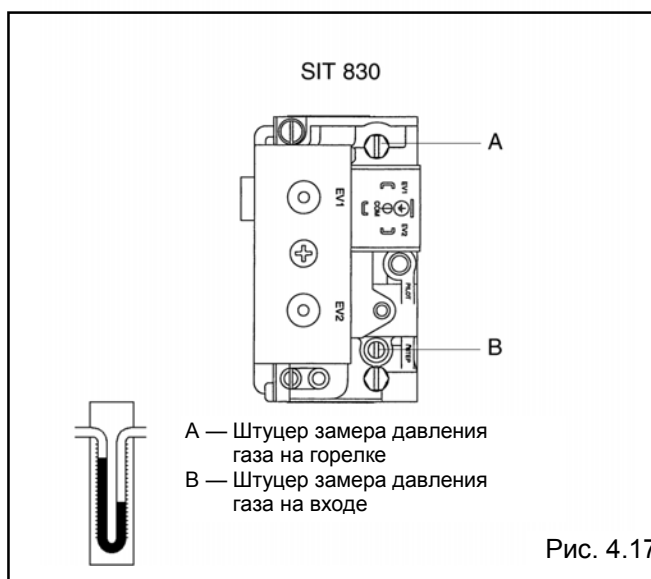

Рис. 4.17
- Удалите винт со штуцера (A) и подсоедините манометр (рис. 4.17)